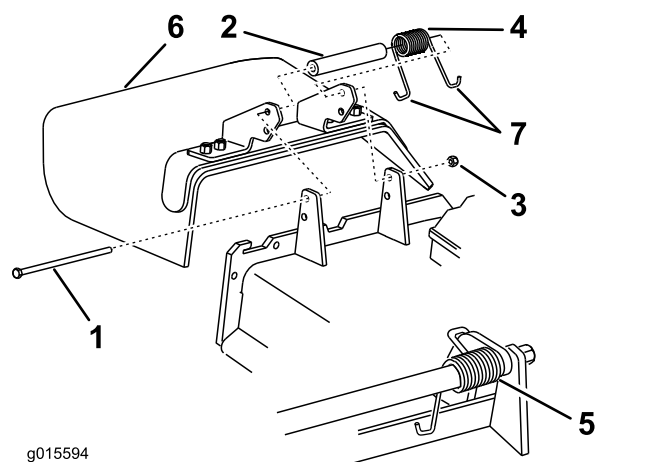

Figura 122
1. Retire a porca de bloqueio, o parafuso, a mola e o espaçador que fixam o defletor aos apoios de articulação (Figura 122).
2. Se o defletor de relva estiver danificado ou gasto, retire-o (Figura 122).
Nota: Certifique-se de que está montada uma extremidade em gancho J por trás da extremidade da plataforma antes de colocar o parafuso como se mostra na Figura 122.
6. Coloque uma extremidade em gancho J da mola em torno do defletor de relva (Figura 122).